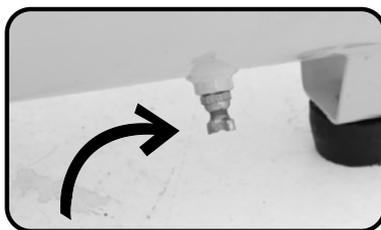

Fig. 15 – Válvula de descarga
- b) Solte a válvula de descarga (conforme Fig. 15);